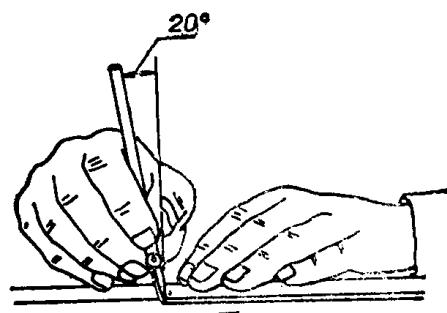

图 1-5
(1) 执笔姿势 描墨线时，左手按住尺身，使其固定不动；右手执笔，如图1-5所示。执笔时，右手食指按在固定钢片的凹圆弧槽内，拇指紧靠两钢片左侧上部，中指紧顶住两钢片右侧上部，无名指、小指紧抵住中指，同时小指及手掌侧与尺身接触。这样可保证执笔平稳，描线顺利。